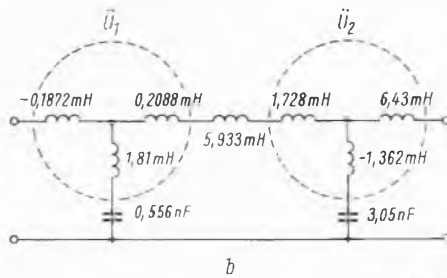

Bild 2. Dämpfungsverlauf des phasenlinearen Tiefpasses mit Elementen nach Bild 1 ($f_B = 63 \text{ kHz} = \Omega = 1$)
Die theoretischen Grundlagen einer möglichen Schaltung sind in der Literatur [1] enthalten. Auch in [2] wird ihr Prinzip kurz besprochen. Aus [1] stammt die Schaltung nach Bild 1, mit deren Hilfe sich die gestellte Aufgabe lösen läßt. Der Amplitudengang ist in Bild 2 dargestellt. Dabei steigt bis zur Grenzfrequenz $\Omega = 1$ die Phase linear mit der Frequenz an. Die Größe der Schaltelemente gibt Formel (1) wieder, deren ursprüngliche Ermittlung in Zusammenhang mit dem vorgegebenen Amplitudengang und einem linearen Phasengang recht umständlich und nur mit Hilfe von Elektronenrechnern lösbar war.
tudengang ist in Bild 2 wiedergegeben. Die Messung der Phase bestätigt den erwarteten linearen Verlauf bis zur Grenzfrequenz.